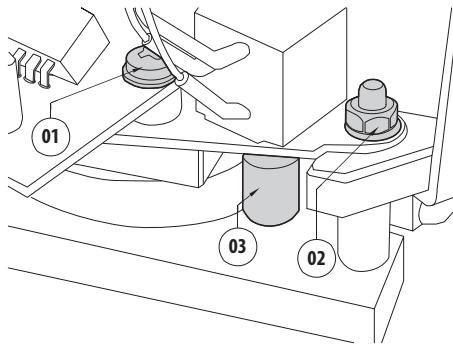
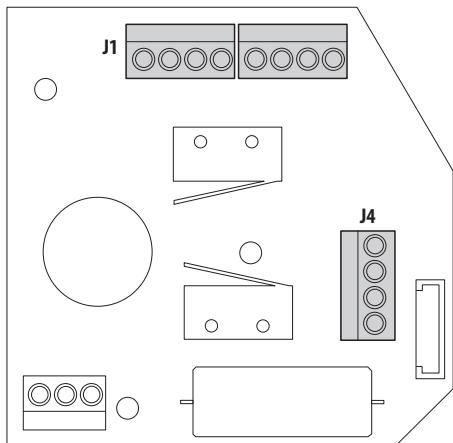

Abb. 3
Abb. 4
4. Die Befestigungsschraube (01) und die Mutter (02) der Potenziometerleiste der horizontalen Bewegung lösen (Abb. 3, Seite 6).
5. Das Ritzel (03) des Zahnrads lösen.
6. Ein Ohmmeter zwischen den Kontakten Vdc und Pan der Klemme J4 anschließen (Abb. 4, Seite 6). Die Welle des Potenziometers bis zu einem Wert von ungefähr 1875Ω drehen.
7. Das Potenziometer mit dem Ritzel (03) erneut positionieren.
8. Die Befestigungsschraube (01) und die Mutter (02) festziehen (Abb. 3, Seite 6).
9. Diesen Vorgang für die vertikale Bewegung wiederholen. Hierzu den ohmschen Wert zwischen den Kontakten Vdc und Tilt der Klemme J4 messen (Abb. 4, Seite 6).
Auf der Steckerplatte die Klemme für den Anschluss des Schwenk-Neige-Kopfs an die Befehleinheiten (J1) ausmachen (Abb. 4, Seite 6).
Auf der Steckerplatte die Klemme für den Anschluss der Potenziometer (J4) ausmachen (Abb. 4, Seite 6).